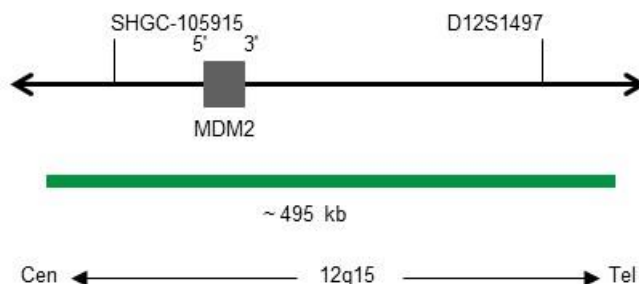

Fig. 1 : Carte de la sonde SPEC MDM2 (pas à l'échelle)
- Polynucléotides marqués au ZyGreen (excitation 503 nm/émission 528 nm) (~10 ng/μl), qui ciblent une séquence de 12q15* (chr12:69,071,802-69,565,421) hébergeant la région du gène MDM2 (voir figure 1).